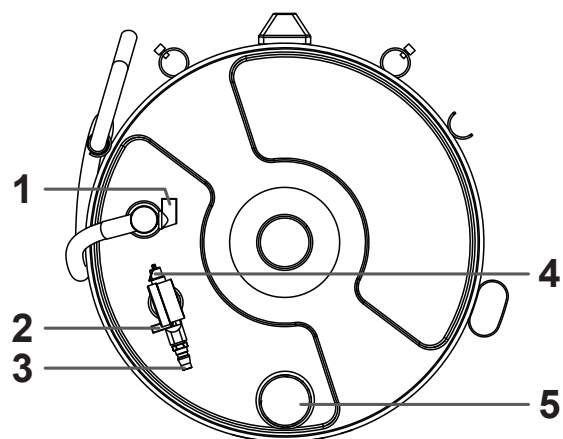

Abbildung 2
- Schließen Sie das Ölabsaugschlauchventil 1 (Abbildung 2).
- Schließen Sie das Lufteinlassventil 2 des Öltanks (Abbildung 2).
- Schließen Sie die Luftzufuhr an das Lufteinlassventil 3 des Öltanks (Abbildung 2) an.
- (Abbildung 2) Öffnen Sie das Lufteinlassventil 2 des Öltanks, um den Tank unter Druck zu setzen. Wenn ein bestimmter Druck erreicht ist, wird das Rückschlagventil 5 automatisch schließen. Wenn der Luftdruck im Öltank den Nennwert des Sicherheitsventils 4 überschreitet, wird das Sicherheitsventil 4 den Druck automatisch ablassen. Bitte schließen Sie das Lufteinlassventil 2, um das Pressen zu stoppen.